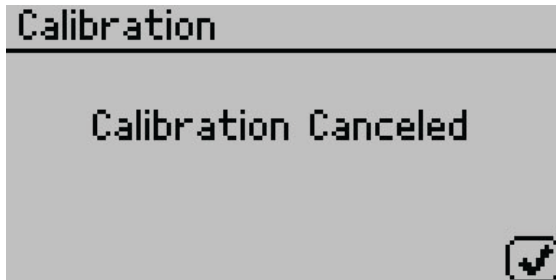

Figure 69 Calibration canceled confirmation
15. Nếu muốn hủy hiệu chuẩn tại bất kỳ thời điểm nào, màn hình xác nhận Hủy hiệu chuẩn sẽ xuất hiện. Chọn **OK** để tiếp tục (Figure 69).